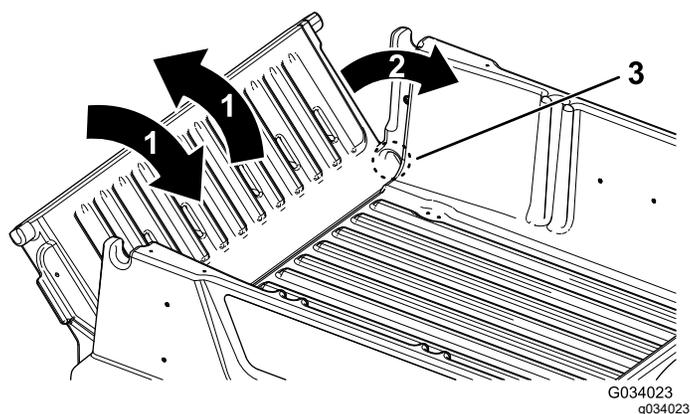

図 18
2. テールゲートを 45°程度の角度にする 図 18。
るように数回往復させる 図 18。